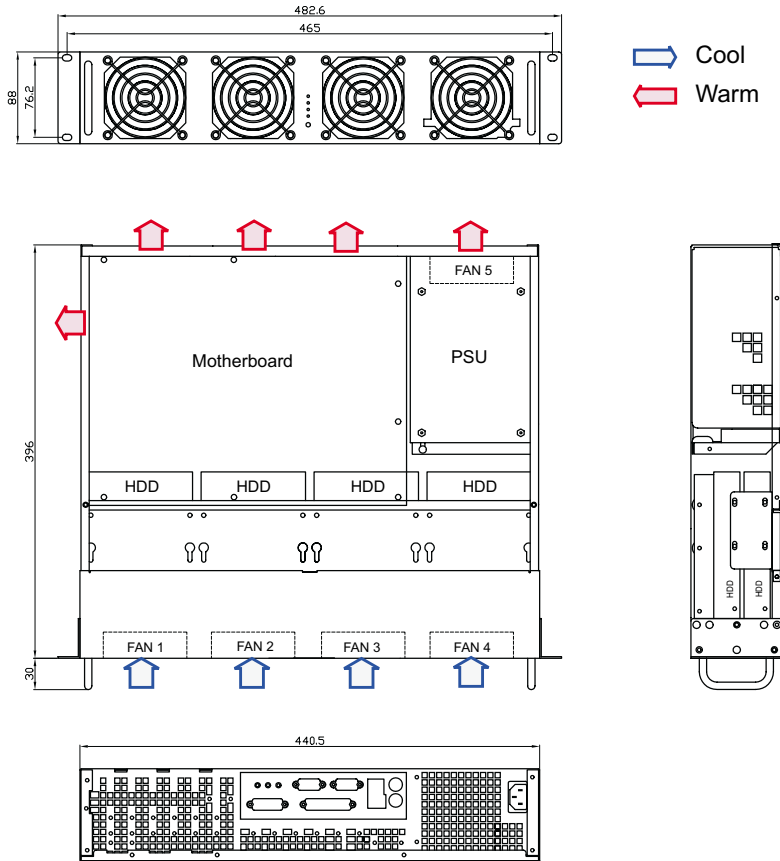

Рис. 2
2. Подготовка отверстий под платы расширения. Спланируйте размещение плат расширения. Задняя панель корпуса проперфорирована прямоугольными отверстиями в местах возможной установки плат расширения. Перед установкой платы Вам нужно предварительно наметить и выкусить перемычки для коннектора (рис.2, 3 стр. 3).
Платы расширения ниже 71 мм (плату измеряйте включая длину разъема PCI как показано на фото 1) устанавливаются в любом из слотов вертикально. Платы Low Profile PCI с соответствующим шильдом можно установить в 2, 4, 6 слот. Для этого нужно выкусить соответствующие перемычки (рис.2 стр.4). Кроме выкусывания перемычек для коннектора, необходимо выкусить перемычки для изогнутой части шильда платы Low Profile PCI.